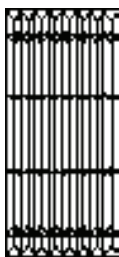

图 11-64 绘制的螺纹
⑤ 删除辅助线。单击“修改”工具栏中的“删除”按钮, 删除绘制的辅助线。
⑥ 阵列对象。单击“建模”工具栏中的“三维阵列”按钮, 将旋转形成的实体进行1行、7列、1层的矩形阵列, 列间距为“2”。
⑦ 布尔运算。单击“实体编辑”工具栏中的“并集”按钮, 将阵列后的实体进行并集运算。结果如图 11-64 所示。